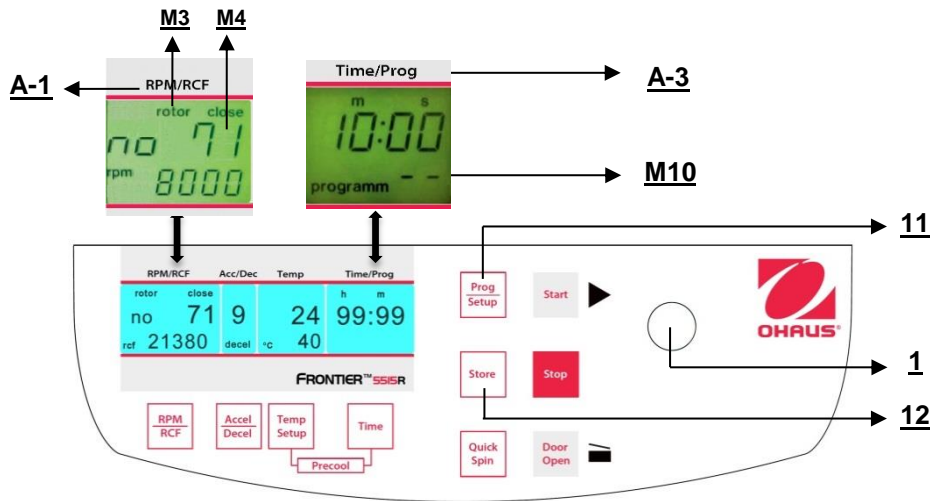

Figura 25
Per richiamare i programmi salvati, premere il tasto "**Prog/Setup**" (11) (fare riferimento alla figura 25) quando il coperchio è già chiuso. Sul display "**Time/Prog**" (A-3), appare la parola "**programm -**"(M10). Il numero di programma desiderato può essere preselezionato mediante la manopola di regolazione (1).